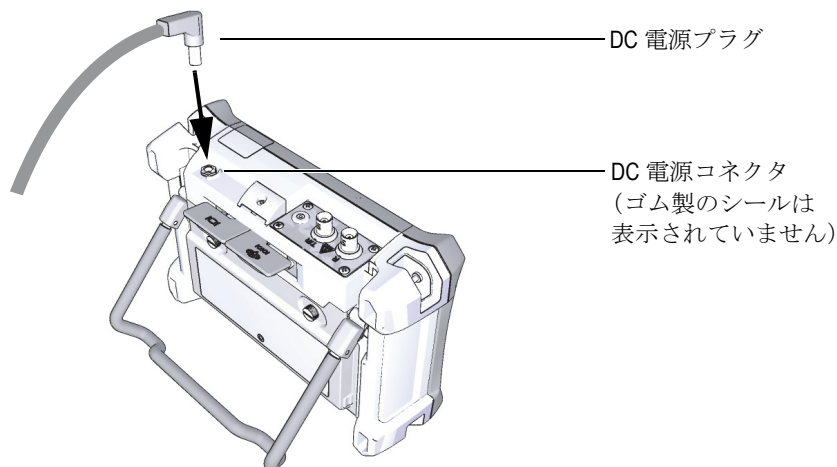

図 1-9 DC 電源プラグの接続
3. AC チャージャー/アダプタの DC 電源プラグを DC 電源コネクタにつなぎます (21 ページ図 1-9 参照)。